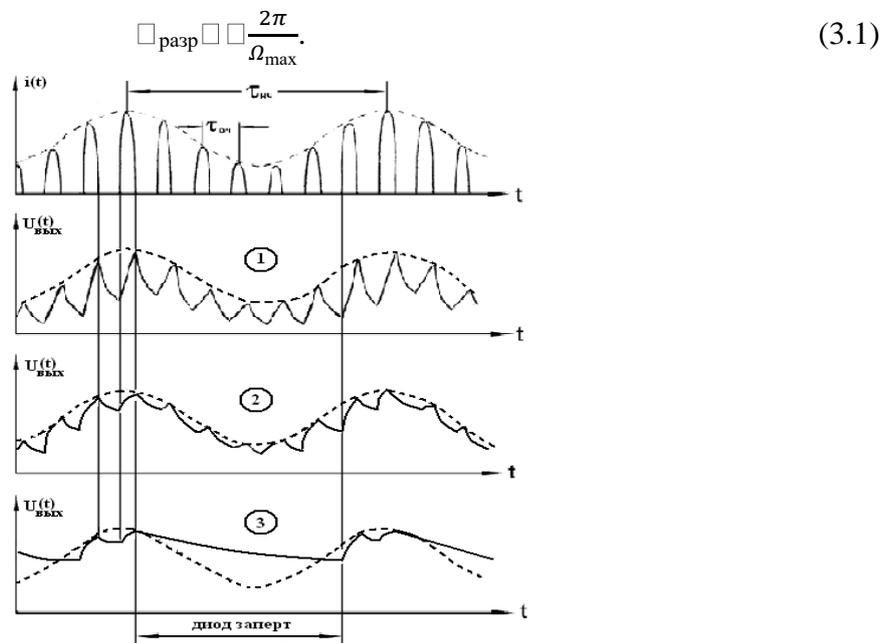

Рис. 3.2. Форма тока диода и выходное напряжение детектора при различных $\tau_{\text{раз}}$. Пунктиром показана огибающая сигнала.
Для того чтобы избежать искажений вида 3 на рис.3.2, надо поставить условие $\tau_{\text{раз}} \ll T_{\text{нч}}$, где $T_{\text{нч}} = \frac{2\pi}{\Omega}$ - период модулирующего (низкочастотного) сигнала. Это означает, что конденсатор C_H должен успевать разряжаться за время полупериода огибающей. Очевидно, что наиболее важно выполнить это условие на максимальной частоте модуляции Ω_{max} , когда огибающая изменяется наиболее быстро. Поэтому
6.1.3. Определите границы линейного рабочего участка детекторной характеристики и выберите рабочую точку (т.е. амплитуду немодулированного высокочастотного сигнала на входе детектора рис.3.2). Результаты занесите в таблицу 3.1.